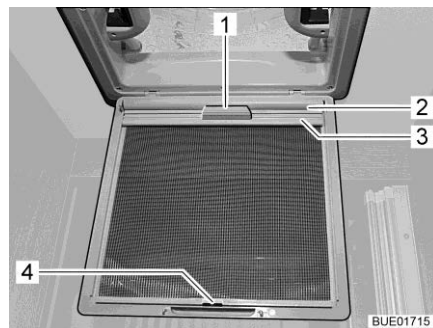

Bild 63 Verdunklungsrollo (Dachhaube)
- Verdunklungsrollo (Bild 63,2) am Griff (Bild 63,1) herausziehen und Halteleiste (Bild 63,3) in den Haken (Bild 63,4) am Insektenschutz einhängen.
- Halteleiste (Bild 63,3) vom Haken (Bild 63,4) lösen und Verdunklungsrollo (Bild 63,2) am Griff (Bild 63,1) langsam zurückführen.